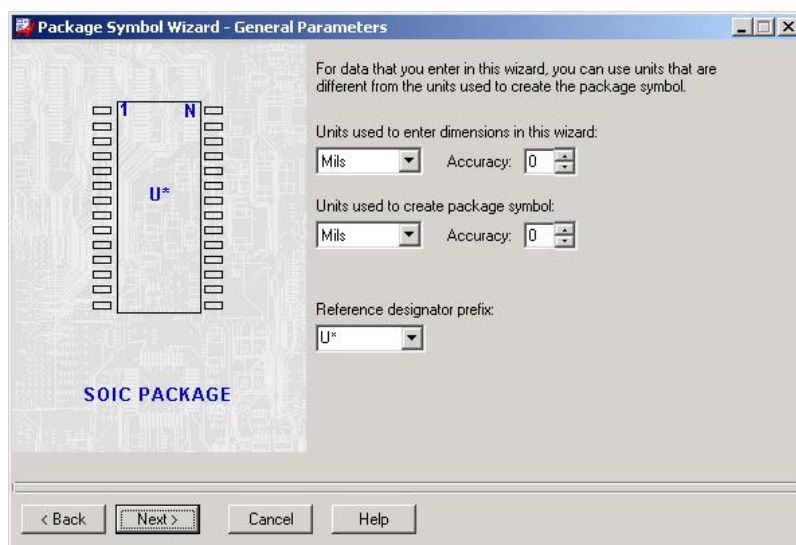

图 6-19 设置参数单位和位号
4) 单位和位号。此时出现如图 6-19 所示的对话框，供调计者设置长度单位和精度以及位号，设置完成后单击 **Next >** 按钮进入下一步。